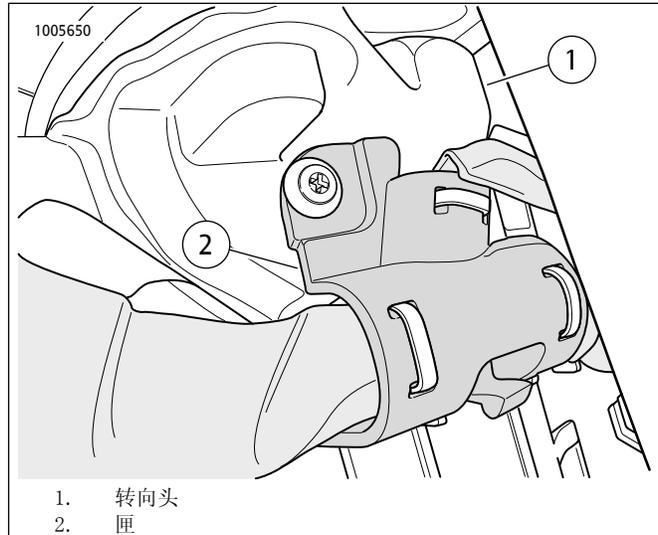

图4。转向头
- 参见图4。将48英寸线束端头布设至转向头(1)。使用盒(2)固定线束。